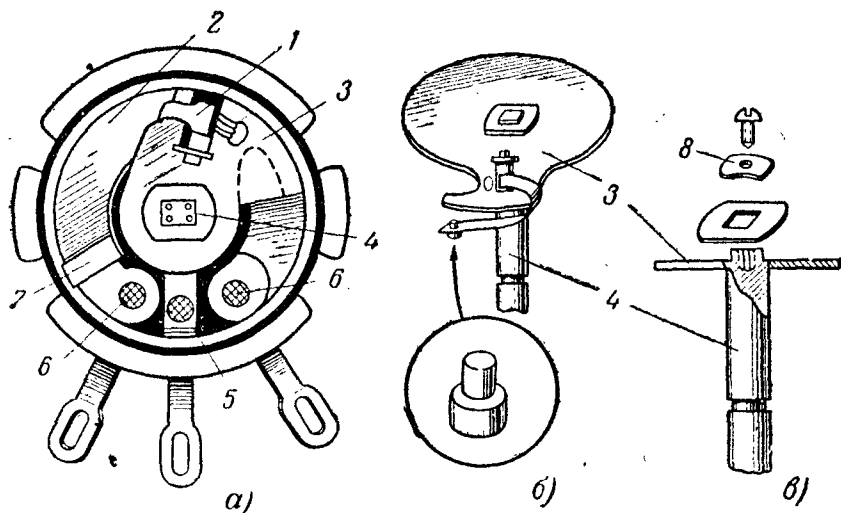

Рис. 2. Устройство и ремонт потенциометра.
**Ремонт потенциометров типа СП** с углеродистым токопроводящим покрытием доступен всем радиолюбителям. В них наиболее часты следующие неисправности: нарушение контакта щетки 1 с подковообразным токопроводящим слоем 2, пробой на корпус или обрыв проводящего слоя, поломка гетинаксовой пластинки 3 или слабое ее крепление к оси 4 (рис. 2, а).
Если Вы заметили изгиб проволочек щетки, то восстановите ее первоначальную форму. В случае неудачи изготовьте и припаяйте новую щетку. Для этого из тонкой упругой листовой латуни вырежьте пластинку шириной 2—2,5 мм, длина которой должна примерно равняться длине снятой щетки. В конце пластинки сделайте отверстие и вставьте в него контакт, изготовленный из грифеля твердого карандаша («Т» или «2Т») так, как показано на рис. 2, б. Прежде
чем припаять изготовленную щетку на место старой, опилите гетинаксовую пластинку по штриховой линии, изображенной на рис. 2, а. Это предохранит от упора в нее и поломки изготовленного стержня из графита. Кроме того, в некоторых типах потенциометров Вам потребуется подогнуть стопор 5 к центру для предотвращения кругового вращения движка после переделки.
Подомка гетинаксовой пластинки 3 или прокручивание ее вокруг оси — трудноустраняемый дефект. Изготовить пластинку по сломанному образцу сравнительно легко, однако укрепить ее на оси потенциометра — задача довольно трудная. Но если Вы имеете инструмент для нарезания резьбы, то с помощью винта и дополнительной шайбы 8 (рис. 2, в) можно получить соединение, не уступающее заводской клепке. Проще всего заменить сломанный движок хорошим, который можно взять из старого потенциометра.